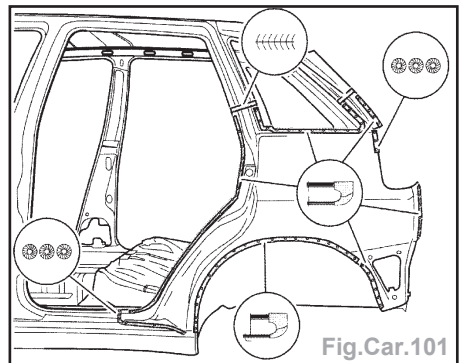

Fig.Car.101
- Souder par points sous atmosphère gazeuse les points d'assemblage montrés sur la figure et ensuite meuler (Fig.Car.101).
- Souder par points de résistance les points d'assemblage signalés, en utilisant dans chaque zone les électrodes indiquées (Fig.Car.101 et 102).